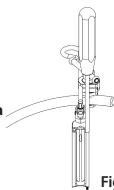

Figura 16
- Scegliere le **viti ATP (Anterior to the Psoas)** (da UL-0360 a UL-0378) in base alla lunghezza della lama e utilizzare un **cacciavite laterale** (ad esempio, ML-0055) per avvitare nel corpo vertebrale. La vite deve essere inserita in una cannulazione della **lama ATP (Anterior to the Psoas) cannulata** (Figura 16).